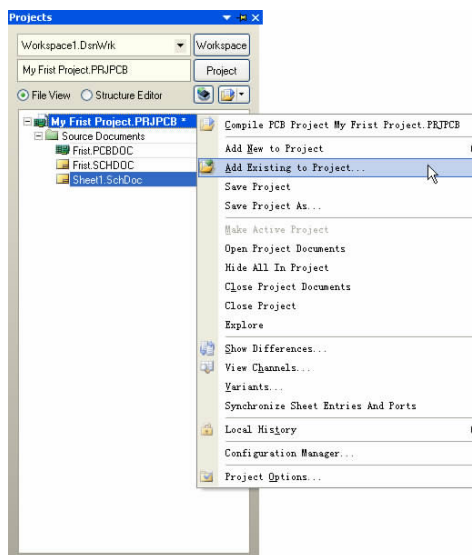

图1-11 执行添加设计文件到设计工程的菜单命令
2. 将鼠标光标移到“My First Project.PRJPCB”工程文件名上，然后单击鼠标右键，即可弹出如图 1-11 所示的菜单命令。执行菜单命令【Add Existing to Project】，在弹出的选择文件对话框中选中“First.SchLib”，然后单击 按钮即可。